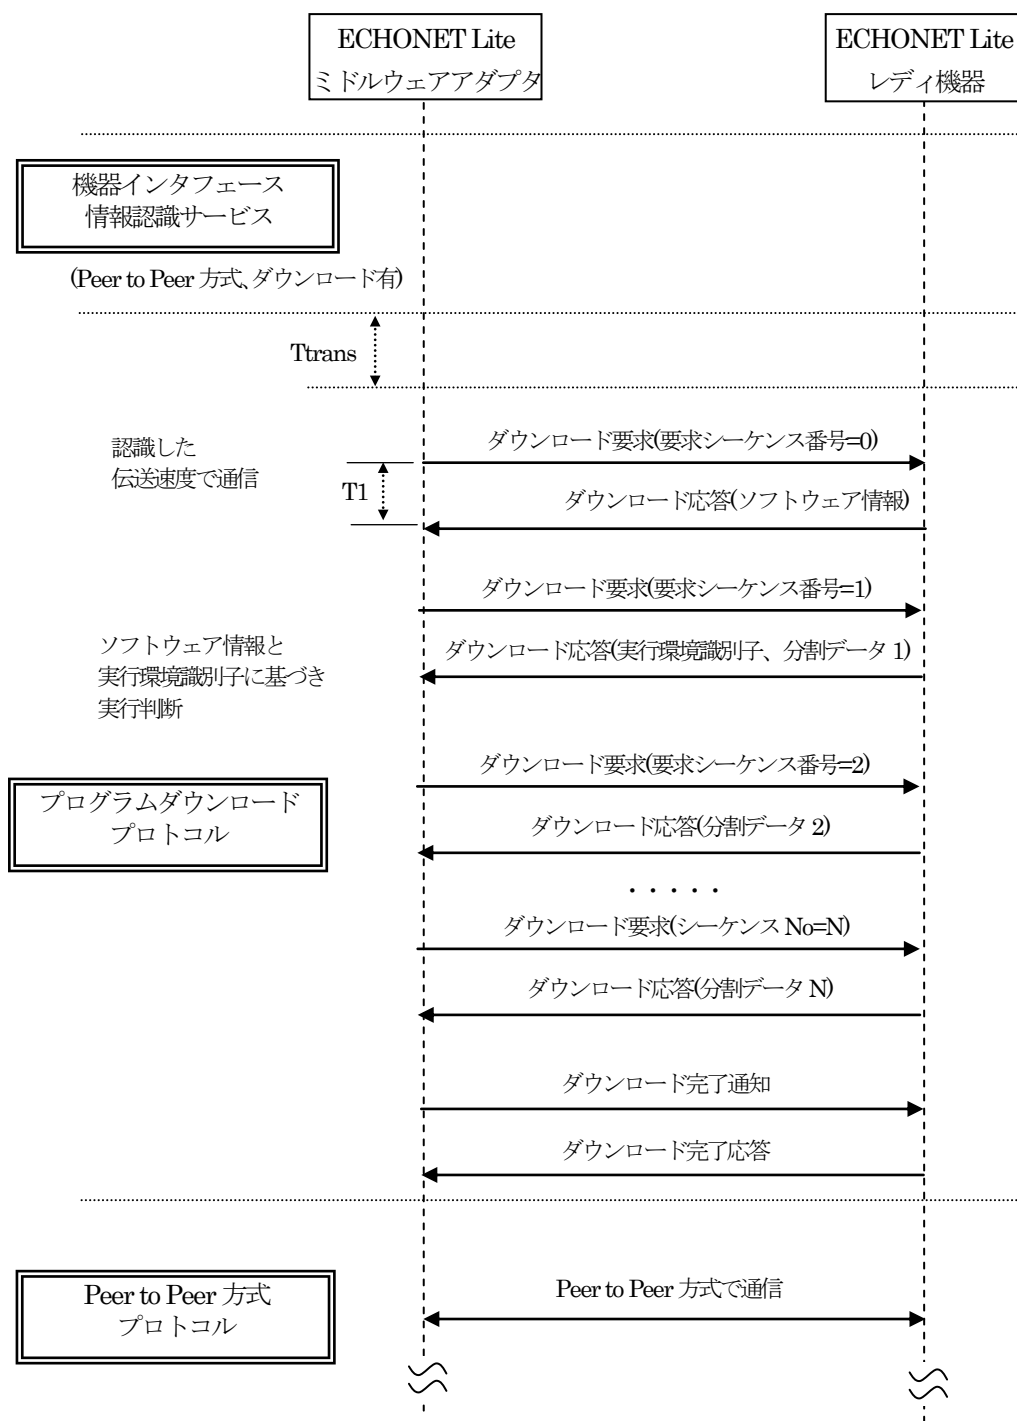

図 3-31 プログラムダウンロード通信シーケンス
図 3-31 に、プログラムダウンロードプロトコルの通信シーケンスを示す。通信方式が Peer to Peer (機器インタフェース情報応答コマンド F D (0) : b0 が 1)、かつ、ECHONET Lite レディ機器がダウンロード情報を保持する (機器インタフェース情報応答コマンド F D (2) のインタフェース情報 : b3 が 1) 場合、ECHONET Lite ミドルウェアアダプタは、機器インタフェース情報認識サービスで規定された移行時間( $T_{trans}$ )経過後、プログラムダウンロード要求コマンドを送信する。